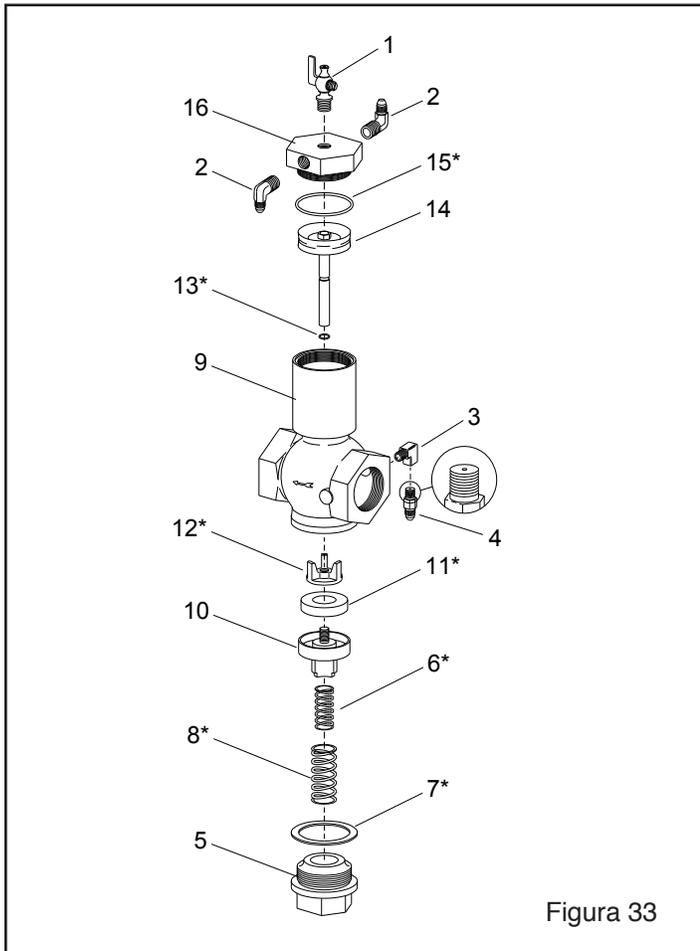

Figura 33
8.9 Válvula de Admisión de 1-1/2", Figura 33